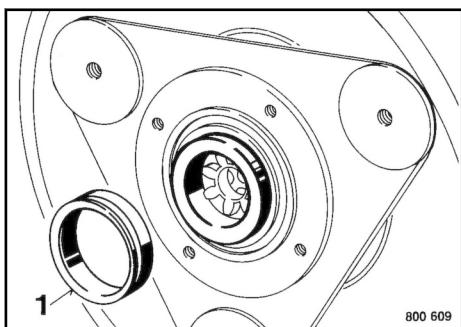

Fig. 221
2. Take off V-ring 1 ↗ Fig. 221.